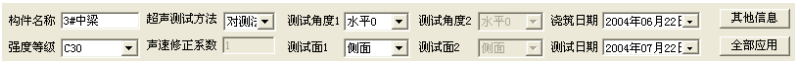

图 5.3 构件信息区
- 6) **构件信息区**用于显示当前所选择构件的测试信息，包括**构件名称**、**声速修正系数**、**回弹测试面及角度**等，如图 5.3 所示，置灰项无法修改。点击该区中的**其他信息**按钮，则弹出如图 5.4 所示的对话框，主要用于输入该构件测试时超声仪及回弹仪的型号、检定证号、测试人员等信息，输入完后，按**确定**按钮，则输入信息有效；按